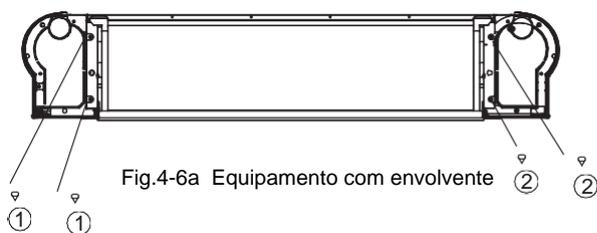
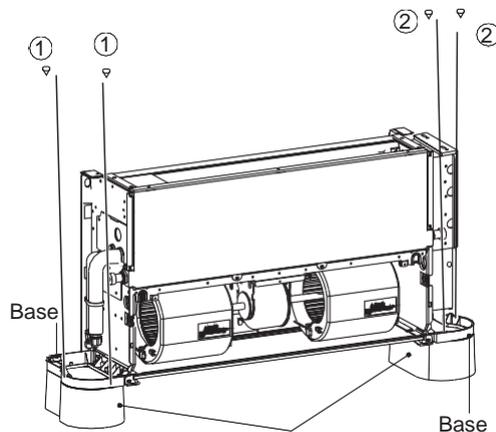

Fig.4-6a Equipamento com envoltivo
Fig.4-6b
Os pés mostrados nas Fig.4-6a e Fig.4-6b são opcionais. Pode comprá-los separadamente e instalá-los da seguinte forma:
1. Para o equipamento com envoltivo, fixe a base com antecedência e de acordo com a Fig.4-6a.
3. Coloque os furos de montagem da base da unidade nos pinos de posicionamento dos pés correspondentes e instale os parafusos ①*2 e ②*2 para fixar os pés, de acordo com a Fig.4-6b.